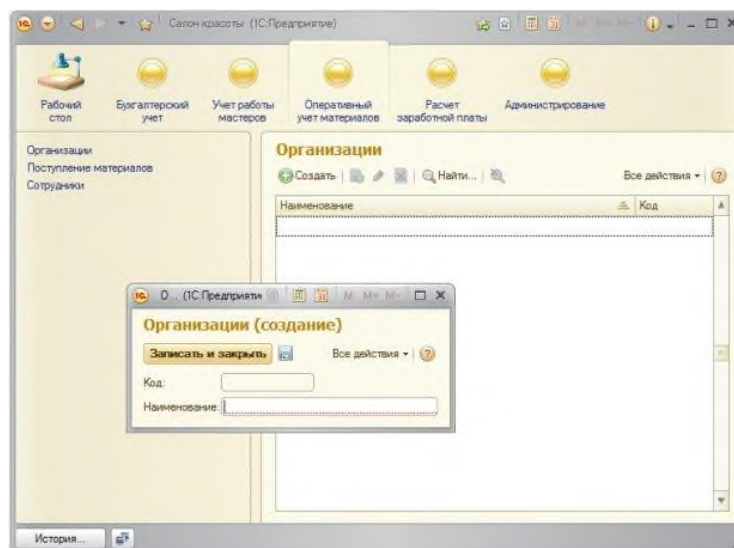

Рисунок 5.22- Справочник «Организации»
9.7 Для начала перейдем на вкладку **Оперативный учет материалов**. Обратите внимание на то, что в панель навигации раздела были автоматически добавлены ссылки для доступа к справочнику **Организации** и к документу **Поступление материалов**. Щелкнем по ссылке **Организации**. В рабочей области окна появится список справочника. Щелкнем по кнопке **Создать**, которая расположена на командной панели списка – появится отдельное окно для заполнения свойств элемента справочника, Рисунок 5.22. Можно отметить, что помимо стандартных реквизитов (**Наименование**, **Код**) данный справочник не содержит ничего другого – это неудивительно, мы исключили его из состава общего реквизита **Организация**.